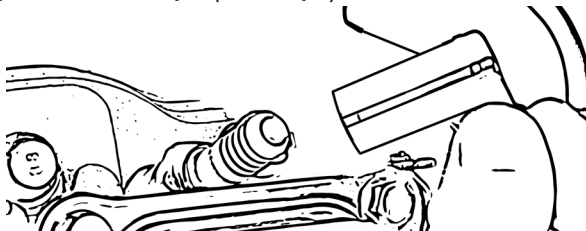

Rysunek 37
- Mocno wciśnij dodatkowe złącze wtykowe na przewód i obróć złącze wtykowe zgodnie z ruchem wskazówek zegara, aby je dokręcić (rys. 37).